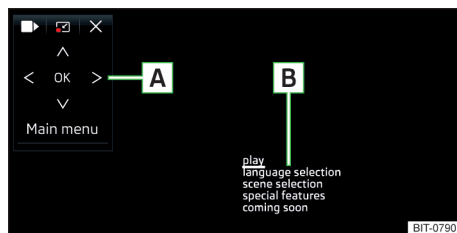

Abb. 184
**Beschreibung des DVD-Menüs** » Abb. 184